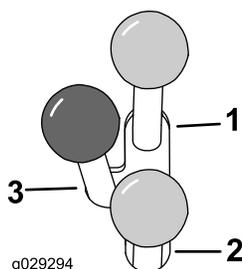

Рисунок 12
- Для работы гидравлическим навесным орудием в прямом направлении переведите рычаг вспомогательной гидравлики вперед (Рисунок 12).
- Для работы гидравлическим навесным орудием в обратном направлении переведите рычаг вспомогательной гидравлики назад (Рисунок 12).
Примечание: Если вы отпустите рычаг, когда он находится в положении ВПЕРЕД или НАЗАД, он автоматически вернется в положение НЕЙТРАЛЬ (Рисунок 12).